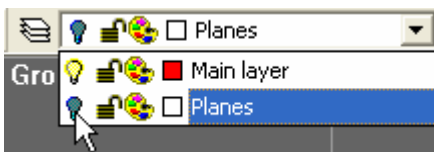

Рис. 1.8-3
3. Скройте уровень плоскостей . Возле надписи *Planes/Плоскости* на верхней планке нажмите кнопку с стрелкой. Появится шторка с перечнем созданных уровней. Переместите курсор на иконку лампы в строке с надписью *Planes/Плоскости* и щелкните левой кнопкой мыши. Лампа изменит цвет в синий. Переместите курсор на любое место на рабочей площади (вне изображенной шторки) и щелкните левой кнопкой мыши. Шторка закроется без изменения настройки актуального уровня (Рис. 1.8-3).